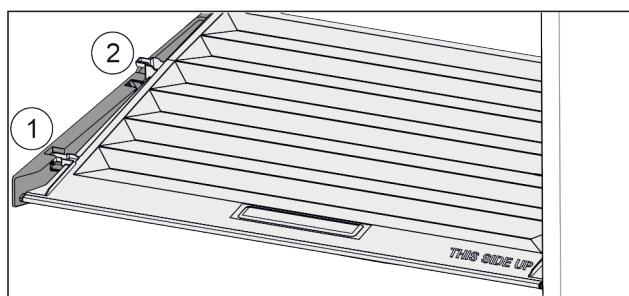

Fig. 98
- ▶ Pokrywę pociągnąć do przodu Fig. 98 (1), aż otworzy się w elementach trzymających.
- ▶ Podnieść tył od dołu i w wyjąć Fig. 98 (2) go do góry.